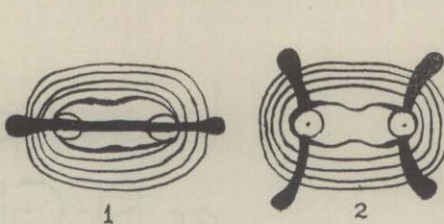

Fig. 9
b) si en cambio, los anillos aparecen de forma elíptica y la cruz al hacer girar se resuelve en dos curvas de hipérbola que se llaman **lemniscatas**, entonces el mineral será **biáxico** (cristales del sistema rómbico y triclínico) (fig. 9).